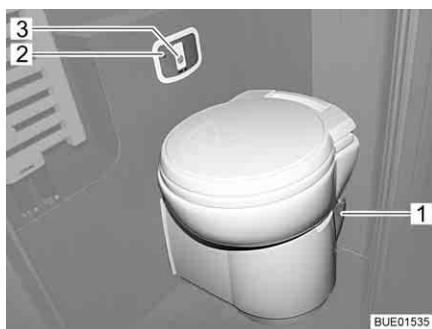

Fig. 255 Lavar a sanita
- Abra a corredeira. Para isso, empurre a corredeira (Fig. 255,1) em sentido contrário ao dos ponteiros do relógio.
- Lave a sanita. Para isso, prima o botão do autoclismo (Fig. 255,3).
- ▷ O símbolo "Cassete cheia" (Fig. 255,2) acende-se, quando a cassete tem de ser despejada.